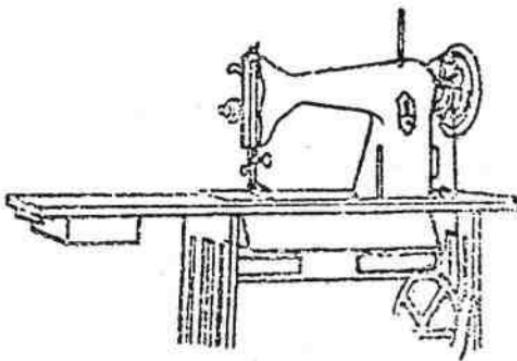

图 1-10 一斗平板式缝纫机
1.一斗平板式 这种缝纫机价格低廉,经济实用(图1-10),但工作面不大,机头固定在台板上方。广泛使用于农村、城镇家庭或小型工厂。